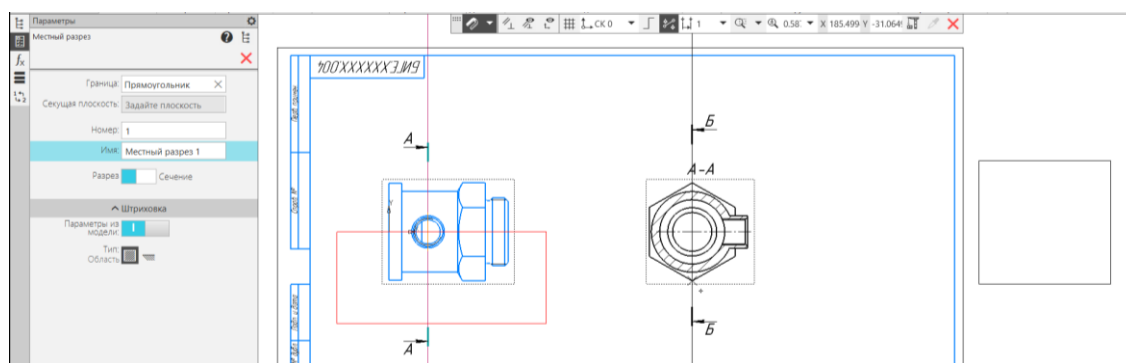

Рис. 13 Команда «Местный разрез»
- **Черчение – Виды – Местный разрез (рис. 13).**